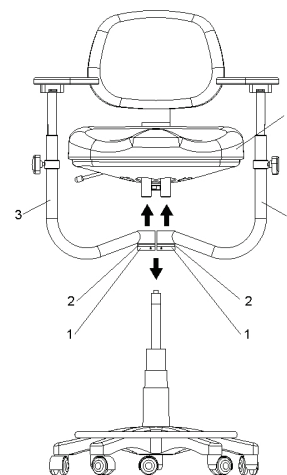
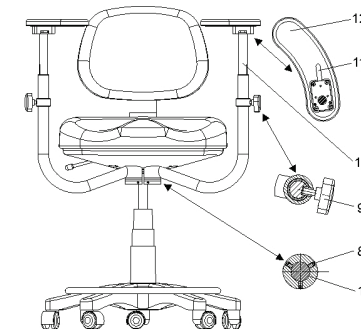

Рис. 7.2
Рис. 7.3
Для регулировки положения подлокотника по высоте ослабьте винт 9 (рис. 7.3), переместите стойку подлокотника 10 на требуемую высоту и вновь зафиксируйте это положение винтом 9.
Подушки подлокотника могут вращаться вокруг оси стойки 10 (рис. 7.3), для этого необходимо рычаг храпового механизма 11 нажать в сторону направления вращения подушки подлокотника 12.
- наденьте на левый штырь кронштейна стула левый подлокотник 3, резиновое кольцо 2, опорное кольцо 1 (см. рис. 7.2). Низ опорного кольца должен совпасть с торцом штыря. Зафиксируйте опорное кольцо 1 при помощи трех винтов 8 (см. рис. 7.3);
- наденьте на правый штырь кронштейна стула правый подлокотник 4, резиновое кольцо 2, опорное кольцо 1 (см. рис. 7.2). Низ опорного кольца должен совпасть с торцом штыря. Зафиксируйте опорное кольцо 1 при помощи трех винтов 8 (см. рис. 7.3);